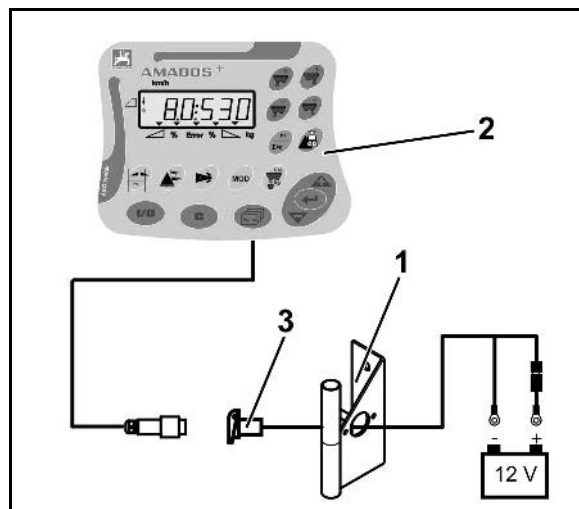

Fig. 16
Konsollen (Fig. 16/1) må være monter på høyre side av føreren, synlig og innenfor gripeavstand, og monteringen må være vibrasjonsfri og jordet til traktoren. Avstanden til radioutstyr/-antenne må være minst 1 m.
- 1 Holderen med computeren (Fig. 16/2) festes på konsollens rør.
- 2 Hylsen (Fig. 16/3) til batteritilkoblingskabelen skal festes til konsollen.